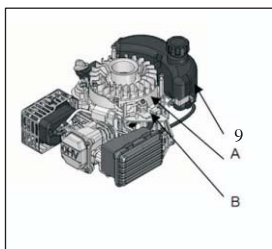

Fig. 12
4. Spostare la maniglia di controllo del freno (sull'attrezzatura) per rilasciare il freno del volano, e verificare che vi sia abbastanza gioco tra braccio guida e barra di ritorno dell'acceleratore quando è in posizione veloce (o alta). Verificare che ci siano almeno 2mm di gioco tra il tappo e il supporto del cavo del freno (vedi Fig. 12).